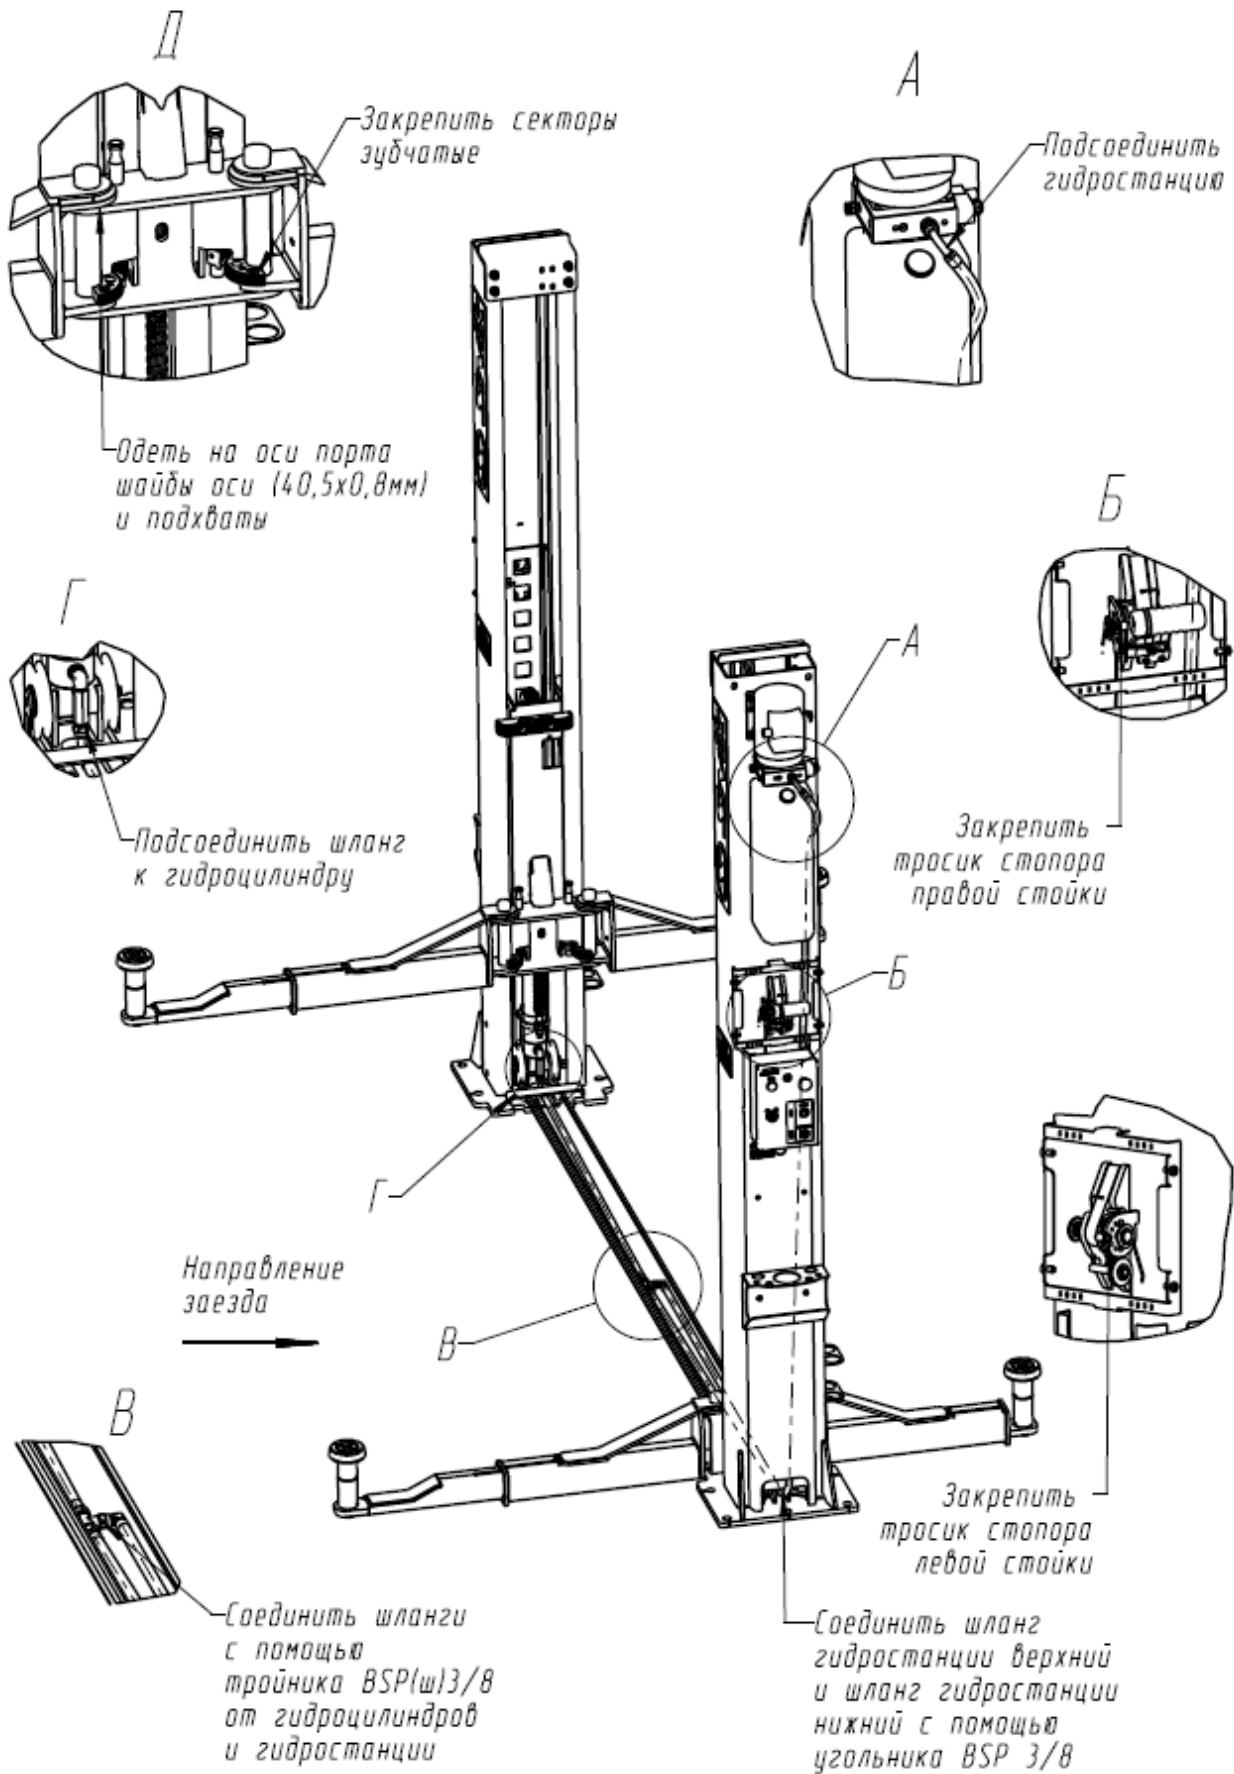

Рисунок 6.3 - Соединение рукавов высокого давления и крепление тросика стопорения.
6.4 Рукава высокого давления (шланги) соединить между собой при помощи тройника согласно схеме гидравлической принципиальной (см. приложение А и Рисунок 6.3). При затяжке гаек не допускается скручивание рукавов. Тройник должен располагаться горизонтально (см. Рисунок 6.3 вид В).
6.5 Установить тросик системы стопорения (см. Рисунок 6.3). Для этого снять кожуа правой и левой стойки. Тросик системы стопорения зафиксировать на барабане правой стойки (см. Рисунок 6.3, вид Б). Другой конец тросика протянуть к барабану левой стойки – вниз, затем горизонтально с использованием отклоняющих блоков и вверх (перед барабаном левой стойки закреплен еще один отклоняющий блок). Выбрать слабинку тросика и зафиксировать его на барабане левой стойки.
6.12 Установить шайбы оси порта каретки 40,5x0,8. Затем установить подхваты на вваренные в каретки оси и зафиксировать, закрепив на нижней вилке подхвата зубчатые секторы. Убедиться что подхваты опираются на шайбы оси. На оси портов кареток надеть заглушки оси порта каретки (пластик) (см. Рисунок 6.3). Эксплуатация подъемника без установки секторов не допускается.